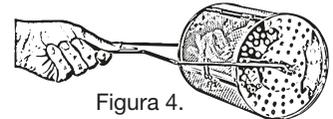
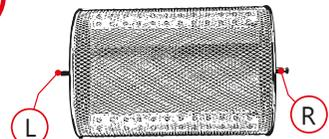

Figura 4.
Figura 5.
- 3 - Haciendo uso de la pinza metálica, tome la cesta desde sus extremos (Figura 4) e introdúzcala en la cavidad de la freidora mediante las guías del centro, insertando primero el extremo "L" en el orificio de la guía izquierda, y luego el extremo opuesto "R" en la ranura de la guía derecha (Figura 5).